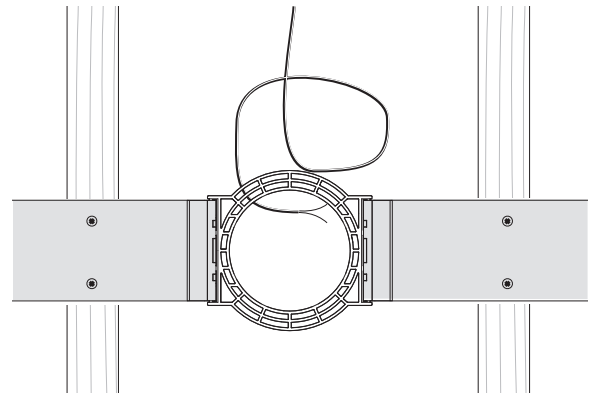

图 8. 固定在天花板托梁或墙壁螺柱上的 PMK (显示为 PMK 3)
4. 将扬声器线连接到该位置 (图 8)。留出足够的时间来建立连接。系紧扬声器电缆, 以防止其在运行中移动和嘎嘎作响。确保扬声器电缆没有与可能损坏电气绝缘的钉子或螺丝接触。